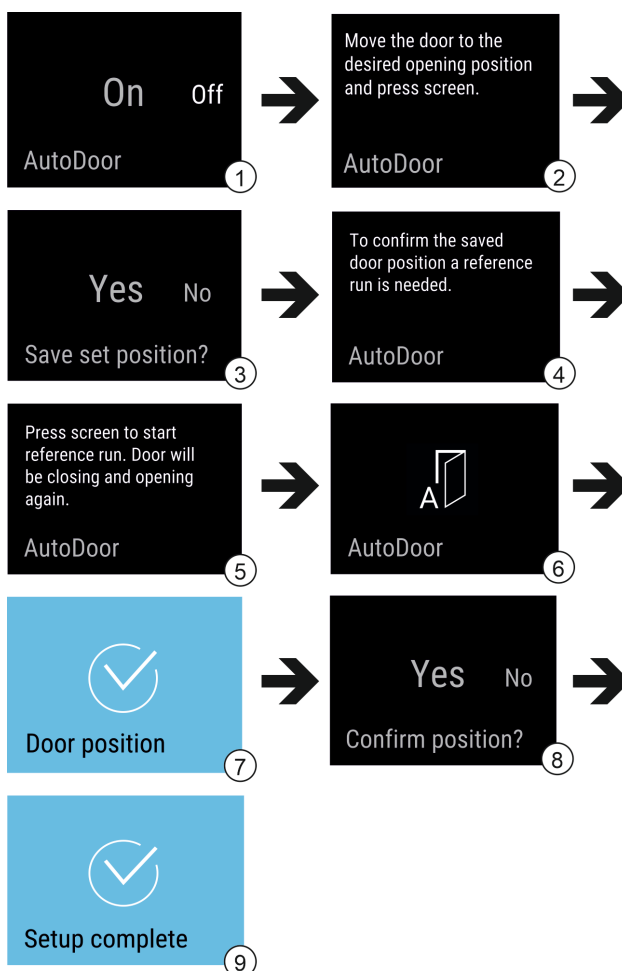

Fig. 13 以英语显示为例说明
- ▶ 激活 AutoDoor：在显示屏中将显示滑动至 On。 Fig. 13 (1)
- ▶ 长按显示屏 3 秒钟。 Fig. 13 (1)
- ▶ 配置开门角度：将门打开至少 70°。 Fig. 13 (2)
- ▶ 确认开门角度：点击显示屏中的信息。 Fig. 13 (3)
- ▶ 启动参考运行：点击显示屏。 Fig. 13 (5)
- ▷ 显示屏闪烁。 Fig. 13 (6)
- ▷ 参考运行成功：显示屏变为蓝色 2 秒。 Fig. 13 (7)
- ▶ 确认开门角度。 Fig. 13 (8)
- ▷ 显示屏变为蓝色。 Fig. 13 (9)